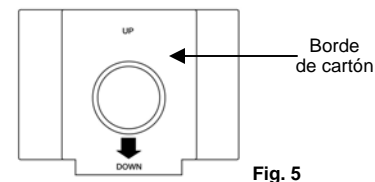
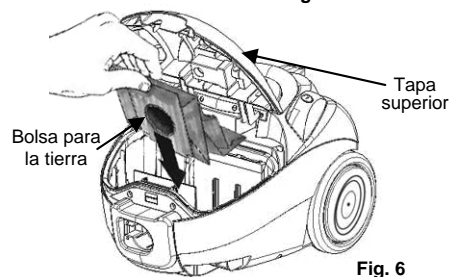

Fig. 5
Fig. 6
2. Mientras sostiene la bolsa con la mano, sujete el borde de cartón. (Fig. 5). Notará que el borde de cartón tiene una flecha para indicarle qué borde debe insertar en la ranura ubicada cerca del conducto de entrada. (Fig. 6)